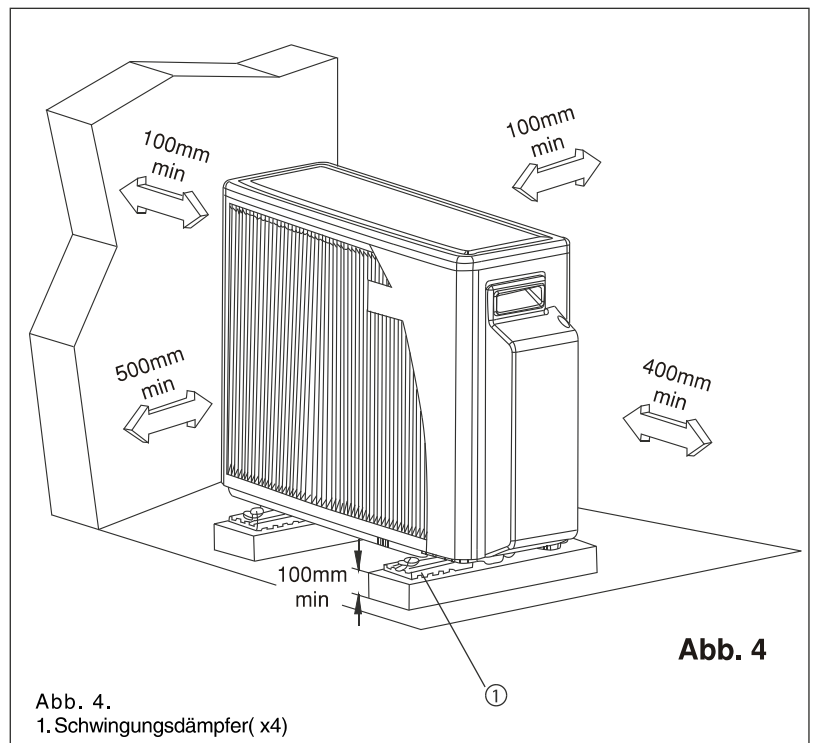

Abb. 4
1. Die Position der Ausseneinheit muss eine einfache Wartung und gute Luftumwälzung gewährleisten, wie in Abb. 4 gezeigt.
- Abb. 4.